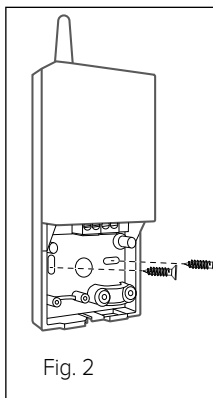

Fig. 2
- Fixar a base do repetidor na parede, no ponto escolhido, utilizando as buchas e os parafusos fornecidos com o kit (Fig. 2).